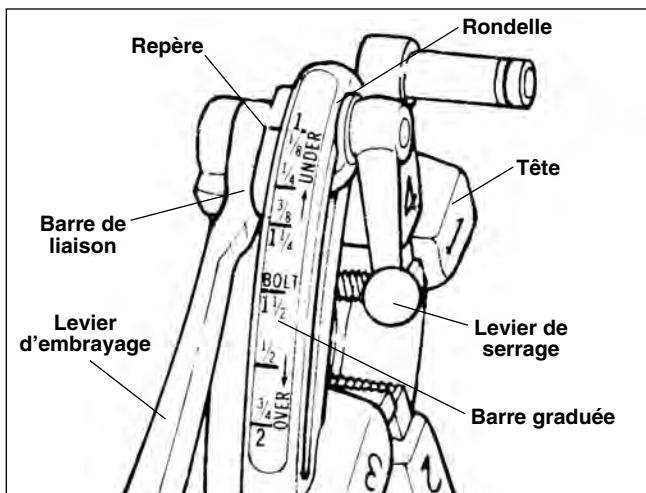

Figure 12 – Tête de filière universelle à ouverture rapide
5. Tête de filière à ouverture rapide N° 811A (*Figure 12*) – Tournez le levier d'embrayage jusqu'à la position CLOSED (fermée).
10. Tête de filière à ouverture rapide N° 811A (*Figure 12*) – Une fois le filetage terminé, relevez le levier d'embrayage à la position ouverte afin de ramener les filières.
NOTA ! La tête de filière universelle N° 811A (*Figure 12*) pour filetage à droite nécessite quatre jeux de filières pour le filetage des tuyaux de $1\frac{1}{8}$ à 2 po de diamètre. Un jeu de filières spécial est nécessaire pour chacune des sections suivantes: ($\frac{1}{8}$ po), ($\frac{1}{4}$ à $\frac{3}{8}$ po), ($\frac{1}{2}$ à $\frac{3}{4}$) et (1 à 2 po). Il n'existe pas de filières de $\frac{1}{8}$ po pour pas à gauche. Le filetage des tiges nécessite un jeu de filières spécial pour chaque section de tige. Il n'existe pas de filières à tige filetée pour les têtes de filière à pas à gauche.
NOTA ! La tête de filière universelle à ouverture automatique N° 815A (*Figure 12*) pour filetage à droite nécessite quatre jeux de filières pour le filetage des tuyaux de $\frac{1}{8}$ à 2 po de diamètre. Un jeu de filières spécial est nécessaire pour chacune des sections suivantes: ($\frac{1}{8}$ po), ($\frac{1}{4}$ à $\frac{3}{8}$ po), ($\frac{1}{2}$ à $\frac{3}{4}$ po) et (1 à 2 po). Le filetage des tiges nécessite un jeu de filières spécial pour chaque section de tige.